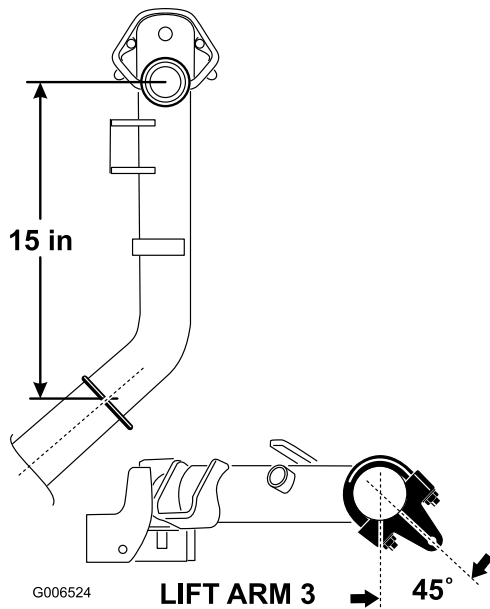

Figura 5
- En los brazos de elevación 2 y 3, posicione los soportes y los pernos en U a 38 cm por detrás de la línea central del pivote (Figura 5). Gire los soportes 45 grados hacia fuera respecto a la máquina.